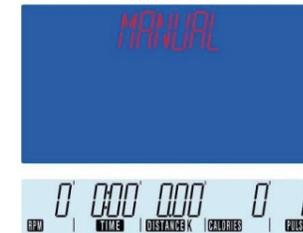

Bild 4
3. Manueller Modus: Wählen Sie den Manuellen Modus entweder über das Menü aus oder direkt über die Taste MANUELLER MODUS (Bild 4). Hier können Sie Zeit, Distanz, Kalorien oder Puls-Wert entsprechend einstellen (Bild 5-8). Nachdem alle Zieleingaben gemacht wurden, drücken Sie Start um mit dem Training zu beginnen. Das Trainingsprogramm wird beendet durch drücken der Stop Taste oder wenn das Trainingsziel erreicht wurde. Drücken Sie Reset um den Modus zu verlassen.